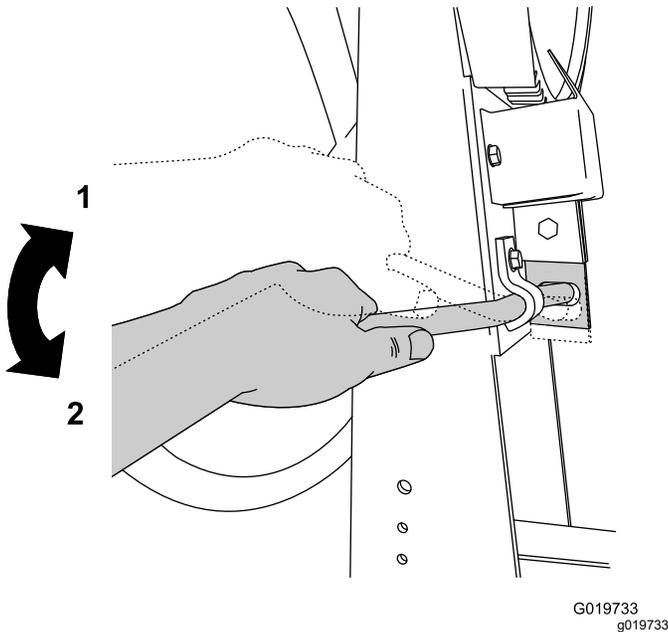

Figure 11
3. Verrouillez la cuve en position en poussant la poignée du frein de basculement vers le bas (Figure 11).